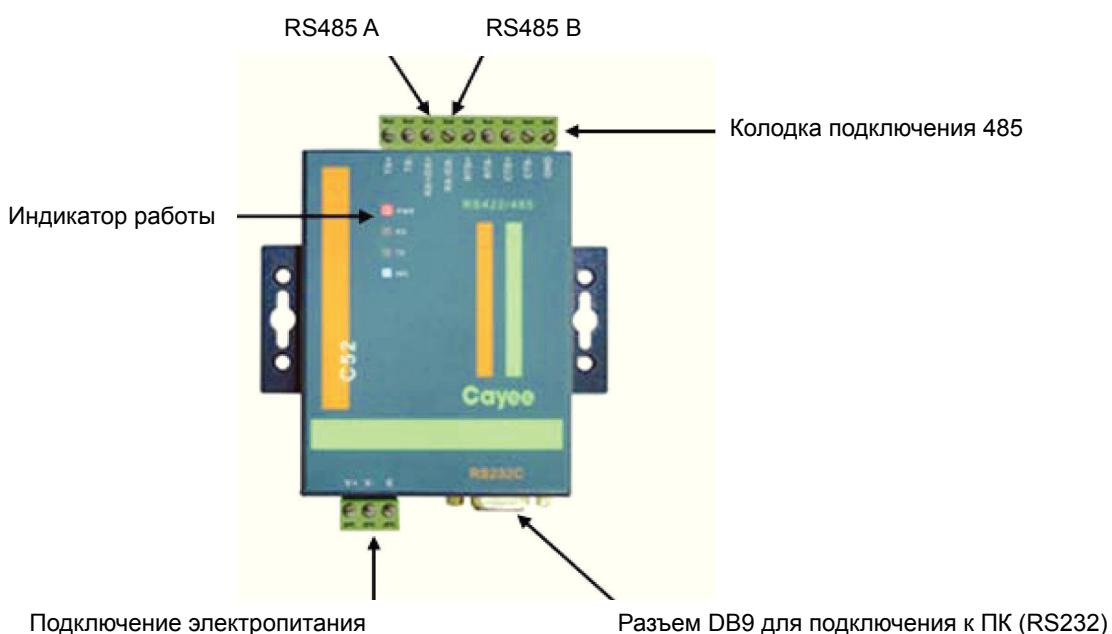

Рис. 7.3
7.2.1 Преобразователь (конвертор) R232-R485 применяется при подключении системы GMV к персональному компьютеру при управлении для преобразования сигнала R232/R485 (рис.7.3)